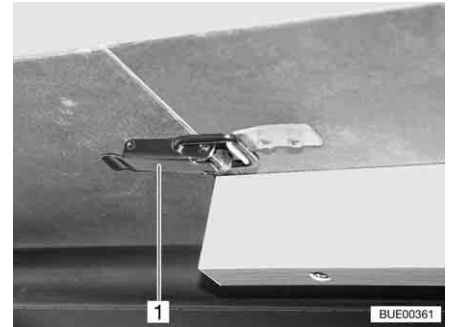

Bild 102 Lås
- Öppna låsen (Bild 102,1).
- Lägg in bordsförlängningen (Bild 101,1) och lås med låset (Bild 102,1).